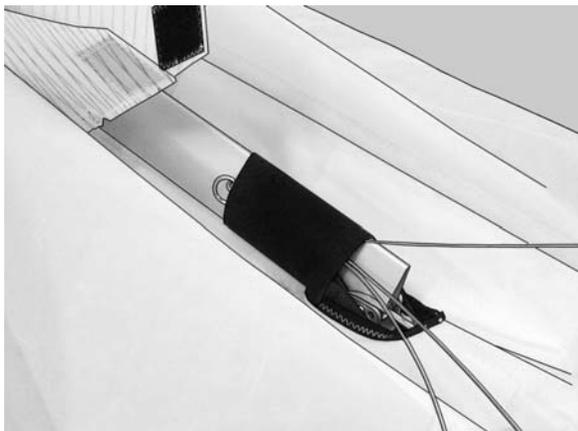

Рисунок 27
11. Сведите два полукрыла вместе. Уложите мачту вперед, вдоль килевой трубы (Рис. 27). Извлеките носики килевых лат из гнезд в передней части килевой трубы. Установите защитные чехлы на заднюю часть килевой трубы и на узел соединения задних тросов с килевой трубой.